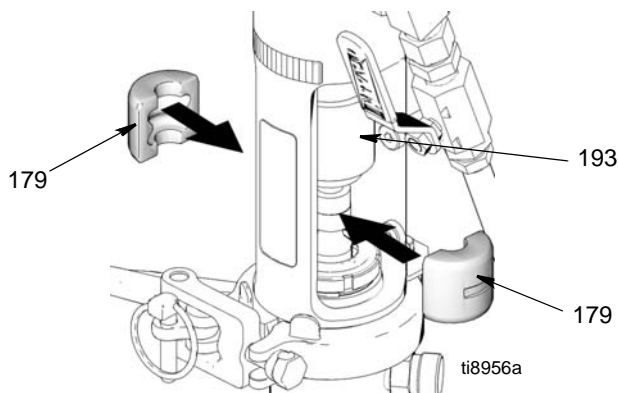

FIG. 24
5. (Afb. 24) Schuif de kap van de koppeling (193) omhoog om de pompstang bloot te leggen. Installeer de stangkoppelingen (179) op de stang.